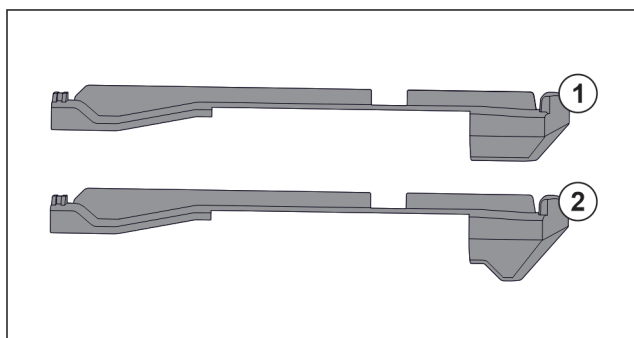

Fig. 48 Порівняння вставних частин
У пристрої є дві різні вставні частини. Вставна частина над самим нижнім висувним ящиком Fig. 48 (2) має трикутний край. Всі інші вставні частини Fig. 48 (1) мають прямий край.
- Розмістити вставну частину Fig. 48 (2) з трикутним краєм над самим нижнім висувним ящиком.
- Розмістити вставну частину Fig. 48 (1) з прямим краєм у всіх інших місцях.